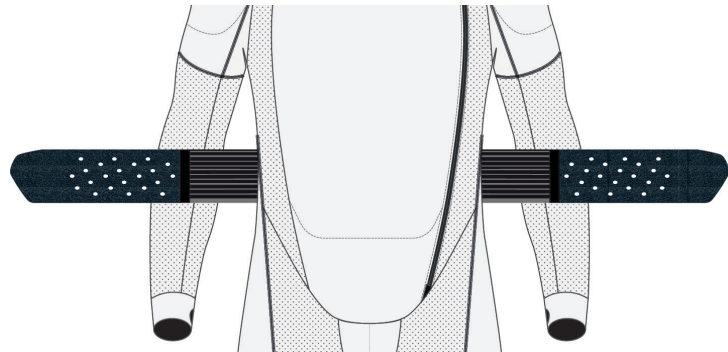

Figure 11
Pour garder le système éteint, laissez la ceinture d'activation (4) ouverte comme indiqué sur la Figure 11. Toujours garder le système dans cet état lorsqu'il est stocké, transporté ou expédié.
**AVERTISSEMENT ! TOUJOURS éteindre le système [en ouvrant la ceinture d'activation (4)] lorsque vous ne conduisez pas de moto, même si vous continuez à porter le système. Bien que le système ait été évalué pour un certain nombre d'activités non liées à la conduite, le maintien du système sous tension et/ou actif augmente la possibilité d'un déploiement indésirable et vide la batterie. En règle générale, veuillez donc ouvrir la ceinture d'activation lorsque vous ne roulez pas.**